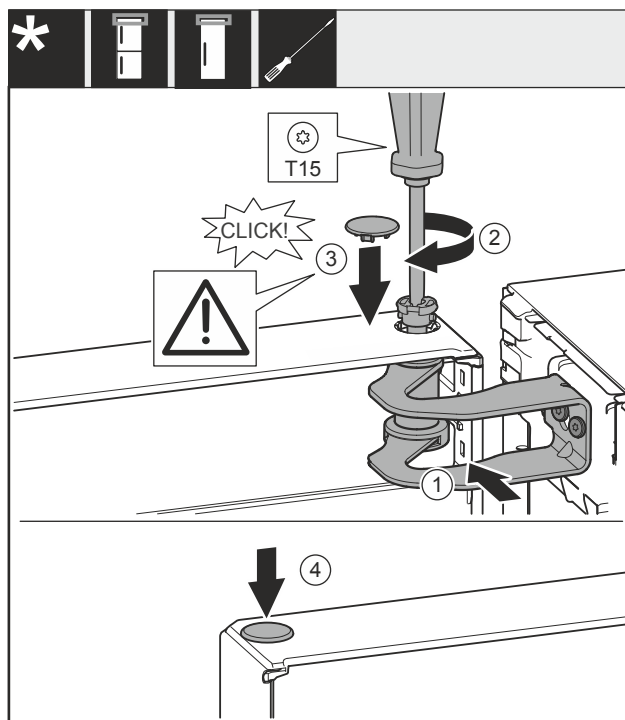

Fig. 37
- Aligner la porte sur l'ouverture du support de palier Fig. 37 (1).
- Insérer l'axe Fig. 37 (2) et le serrer avec un tournevis.
- Installer le couvercle Fig. 37 (3).
- Vérifier que le couvercle Fig. 37 (3) repose bien sur la porte.
- Installer le couvercle Fig. 37 (4).